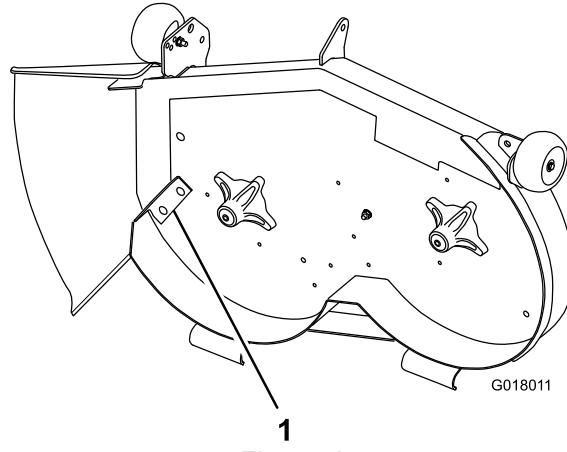

Figura 1
6. Localice la placa deflectora en el orificio de descarga lateral de la carcasa de corte (Figura 1).